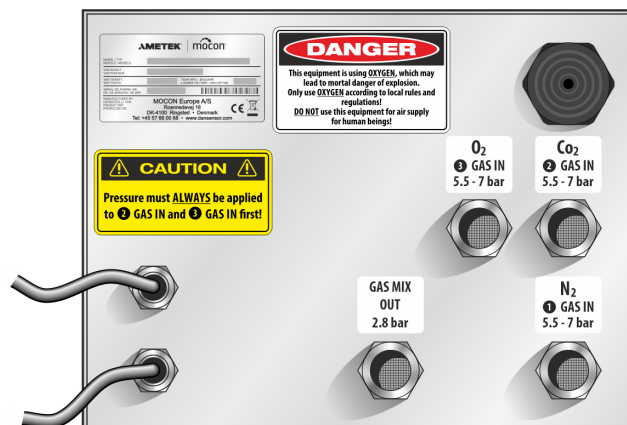

Fig. 3. Branchements du Dansensor® MAP MIX 9001 ME
**DANGER:** Les différentes entrées où brancher les gaz sont indiquées au dos du mélangeur (cf. Fig. 3).